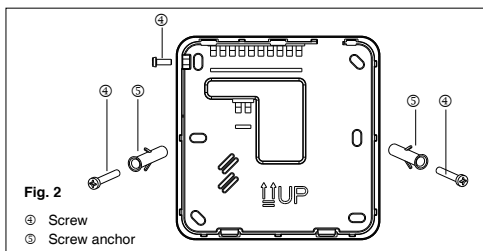
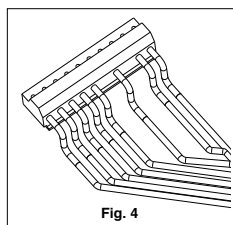

Fig. 2
Fig. 4
- Retire o parafuso de bloqueio no lado superior esquerdo para separar a unidade do controlo (Fig. 2). Fixe a unidade na parede e marque os orifícios para perfuração.
- Efectue as ligações nos conectores de controlo (Fig. 4).
- Fixe o comando de parede utilizando as buchas específicas ④.
- Feche de novo o comando com a sua tampa por meio do parafusoremovido anteriormente (Fig. 2).